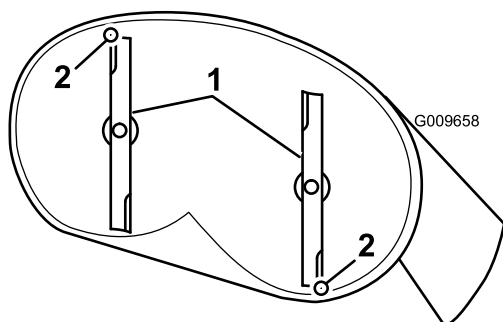
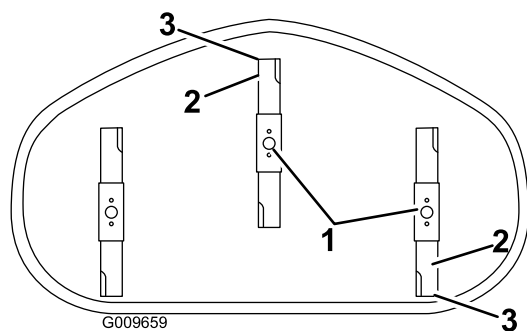

Figure 70
Figure 71
- Faites pivoter les lames avec précaution pour faire passer les pointes avant à l'arrière (Figure 70 et Figure 71).
- Mesurez la distance entre la pointe de la lame avant et la pointe de la lame arrière par rapport à la surface plane (Figure 70 et Figure 71).
- Une fois le réglage effectué, vérifiez à nouveau l'inclinaison avant/arrière des lames ; continuez d'ajuster l'écrou jusqu'à ce que la pointe avant de la lame soit de 1,5 à 8 mm plus bas que la pointe arrière (Figure 70 et Figure 71).